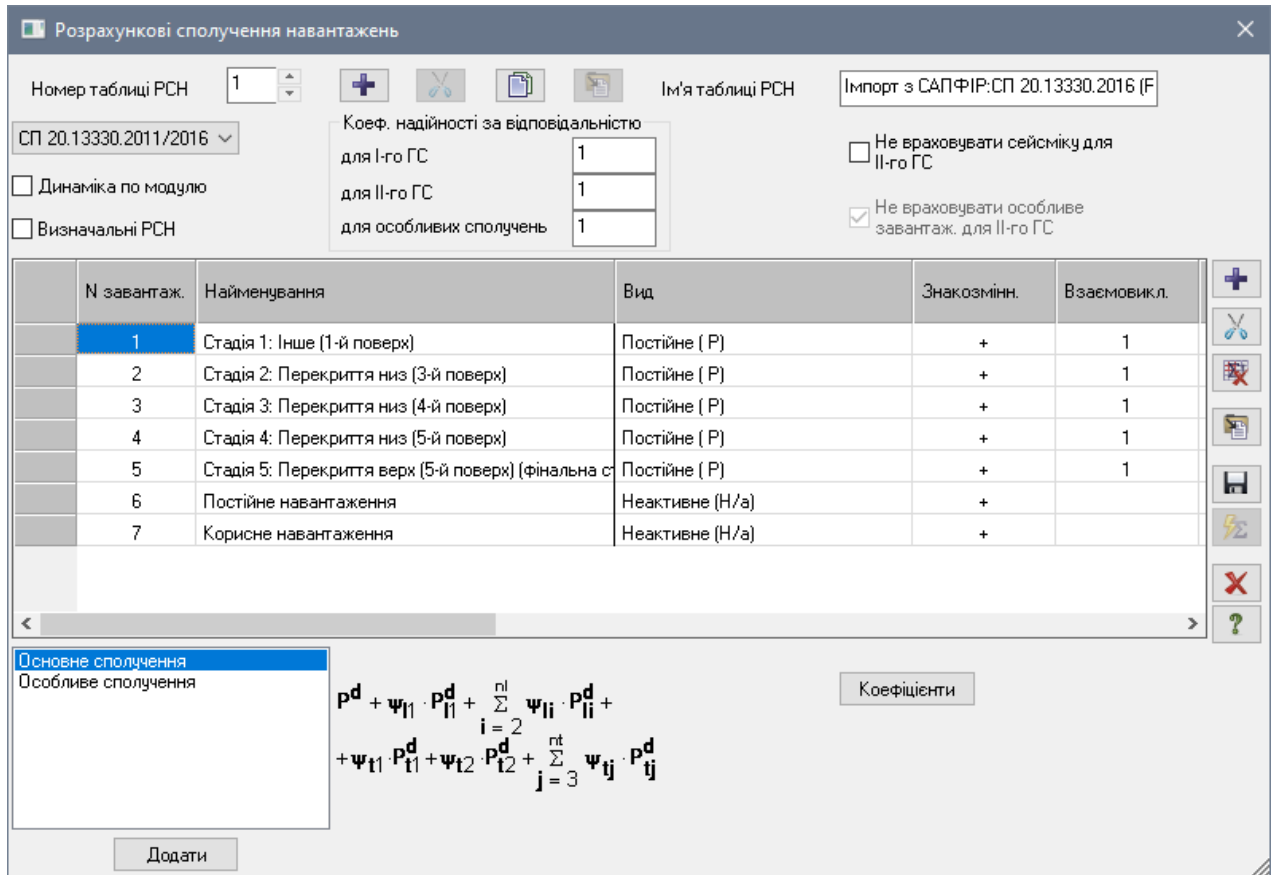

Рис. 23.38. Діалогове вікно **Розрахункове сполучення навантажень**
- Натисніть кнопку  – **РСН** (панель **Дод. розрахунки** на вкладці **Розрахунок**) (рис. 23.38).